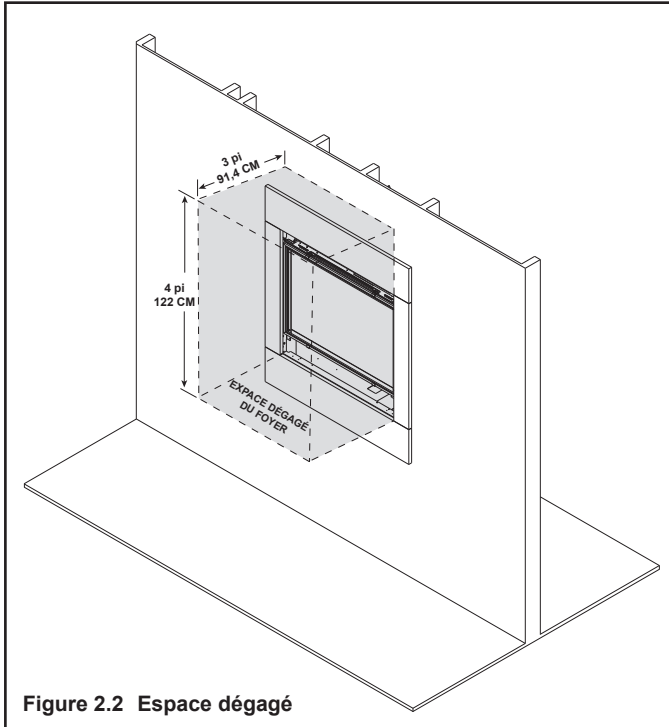

Figure 2.2 Espace dégagé
**AVERTISSEMENT! NE PAS** placer d'objets combustibles à moins de 3 pi (91,4 cm) du devant du foyer. De hautes températures sont susceptibles de causer un incendie. Voir la Figure 2.2.